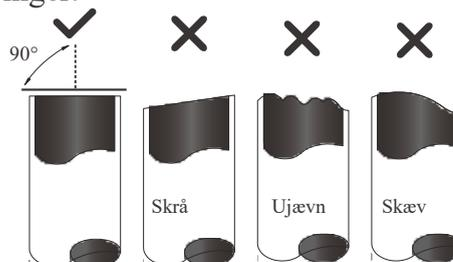

Fig. 5.1
3. Sørg for at afskære røret i en perfekt 90 graders vinkel. **Fig. 5.1** viser eksempler på forkerte tilskæringer.